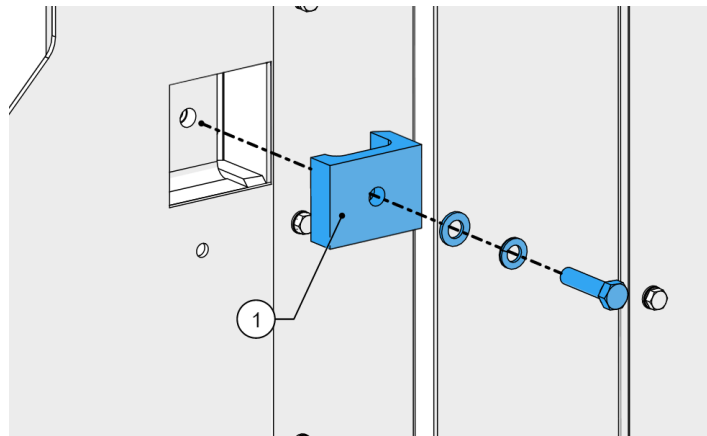

Figure 60 - Position de la fixation de l'enclume
4. Localisez la fixation de l'enclume (1, Figure 60).